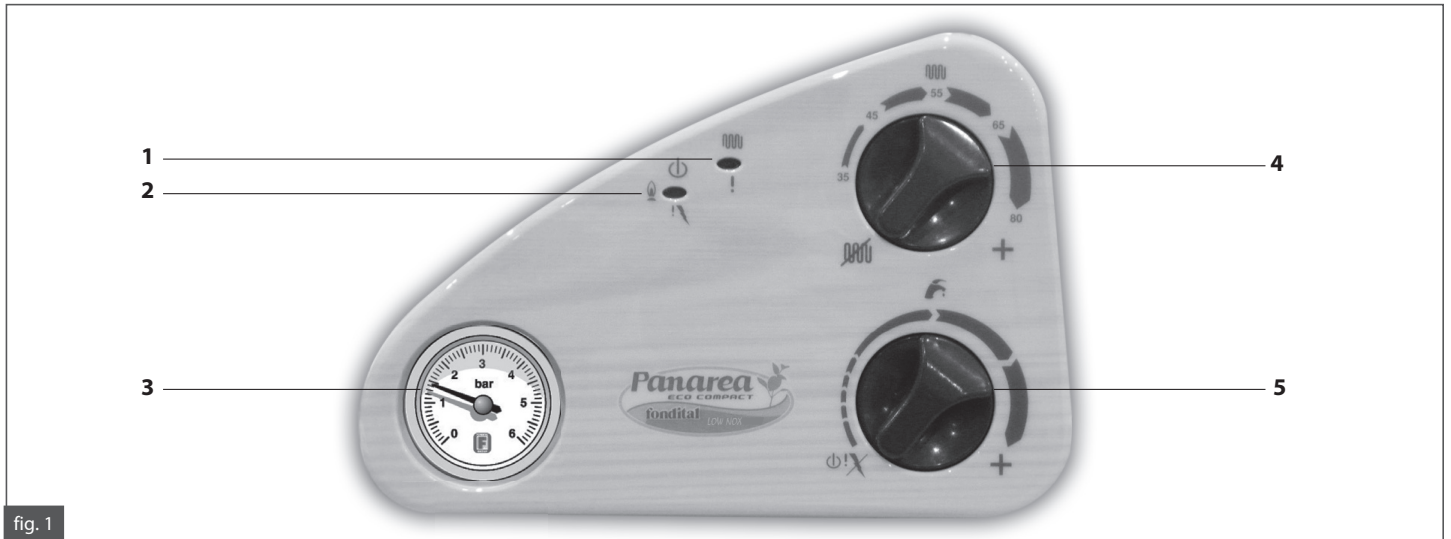

fig. 1
- alimentar eléctricamente la caldera (el LED 2 de la fig. 1 se enciende en verde);
- elegir el modo de funcionamiento de la caldera por medio del selector 4 (fig. 1);
- programar el valor de temperatura deseado para la instalación de calefacción por medio del regulador 4 (fig. 1);
- programar el valor de temperatura deseado para el agua sanitaria por medio del regulador 5 (fig. 1);
**Después de una prolongada inactividad de la caldera, especialmente para las calderas que funcionan con GLP, puede encontrar dificultad en su encendido. Por lo tanto, antes de encender la caldera, encender otro aparato de gas (por ejemplo un hornillo). A pesar de ello la caldera podría bloquearse una o dos veces. Restablecer entonces el funcionamiento de la misma poniendo el selector 5 (fig. 1) en la posición de desbloqueo ~~X~~ durante algunos segundos.**
- verificada la presencia de combustible desbloquear el quemador poniendo el selector 5 (fig. 1) en posición de desbloqueo **X**: si el aparato no arranca y se bloquea de nuevo, después de dos tentativas acudir a un Centro de Asistencia Autorizado o a personal cualificado para una intervención de mantenimiento. Si el quemador se bloquea a menudo, señal de anomalía frecuente en el funcionamiento, acudir a un Centro de Asistencia Autorizado o a personal cualificado para una intervención de mantenimiento.
En caso de bloqueo por intervención del presostato de agua el LED 1 (fig. 1) se enciende en color amarillo de modo intermitente.
- girar la manilla de la llave de llenado en sentido antihorario para permitir la entrada de agua en la caldera y mantenerla abierta hasta que el manómetro 3 (fig. 1) indique que se ha alcanzado una presión de 1-1,3 bar; en este punto cerrar la llave girando la manilla en sentido horario.
En caso de bloqueo de la caldera a causa de una anomalía en los conductos de aspiración y/o evacuación de humos el LED 1 (fig. 1) se enciende en color amarillo. En este caso acudir a un Centro de Asistencia Autorizado o a personal cualificado para una intervención de mantenimiento.
En caso de bloqueo del quemador por mal funcionamiento de las sondas de temperatura el LED 1 (fig. 1) se enciende de la manera siguiente: